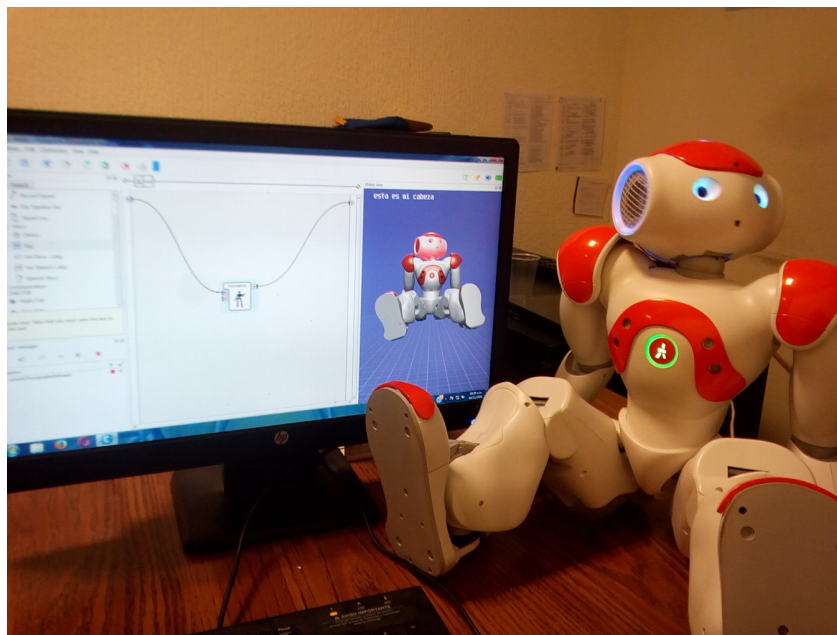

Figura 4.8 Ejecución del programa de movimientos y de voz en el robot con el software Choregraphe.
5.- Al presionar el icono  se ejecuta el todo el programa (ver Figura 4.8).